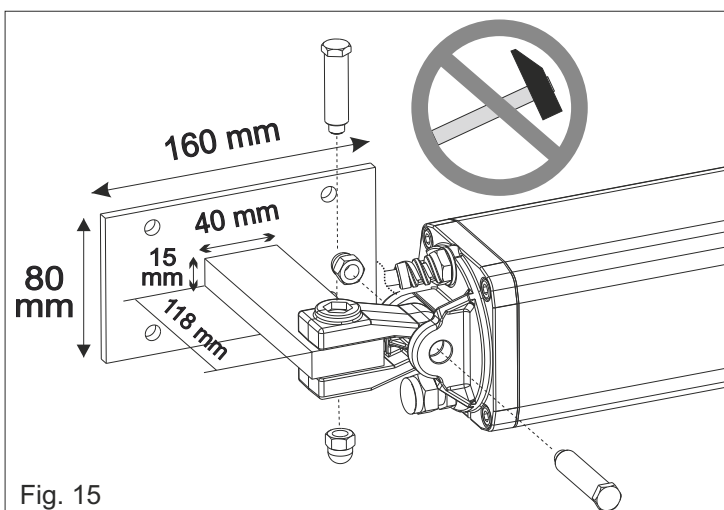

Fig. 15
- Montar la horquilla oscilante del operador en el soporte trasero previamente fijado en la cancela, usando los dos pivotes de fijación (largo y corto) y asegúrelos como se muestra en la Fig.15